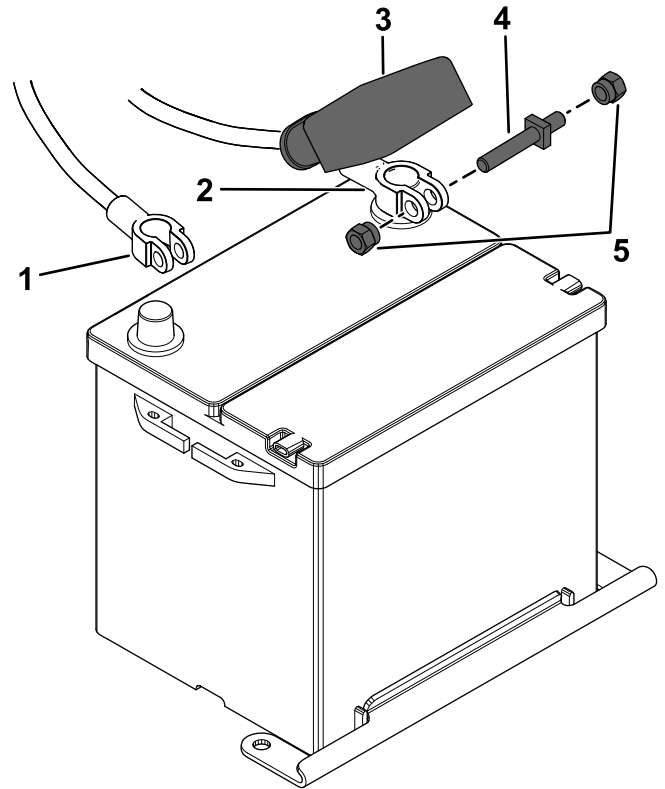

Figure 4
1. Branchez le câble positif (rouge) de la batterie à la borne positive (+) de la batterie et fixez-le en place avec les boulons et les écrous (Figure 4).
2. Placez ensuite le capuchon isolant sur la borne positive (Figure 4).
3. Branchez le câble négatif (noir) de la batterie à la borne négative (–) de la batterie, et fixez-le en place avec les boulons et les écrous (Figure 4).